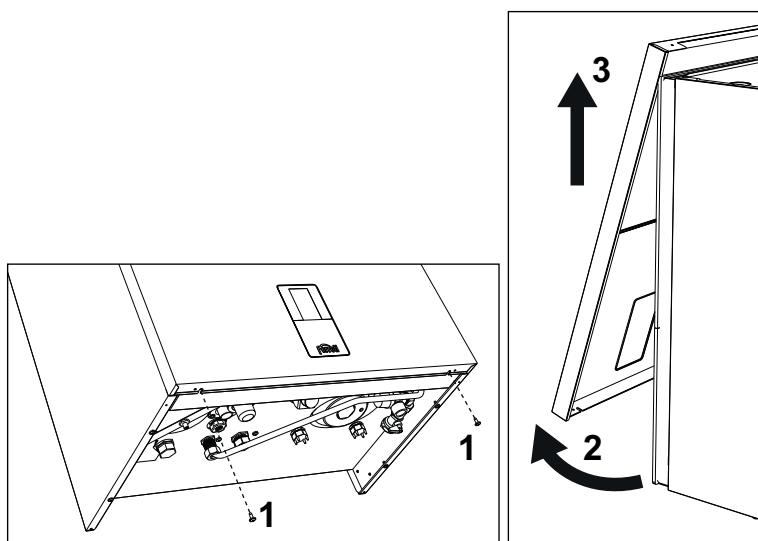

fig. 41 - Apertura pannello frontale
- 1.Svitare le viti "1" (vedi fig. 41).